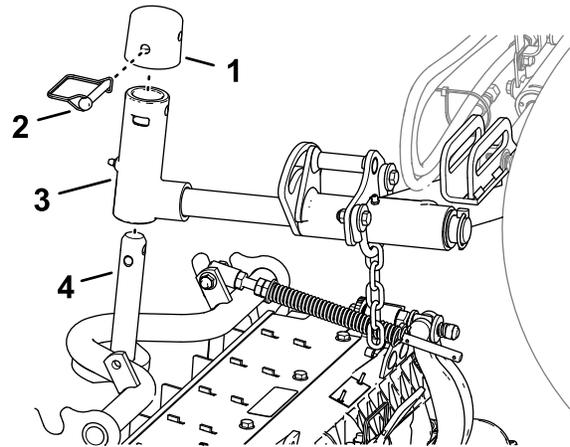

図 23
- Cutting Unit を昇降アームの下に置く 図 23。